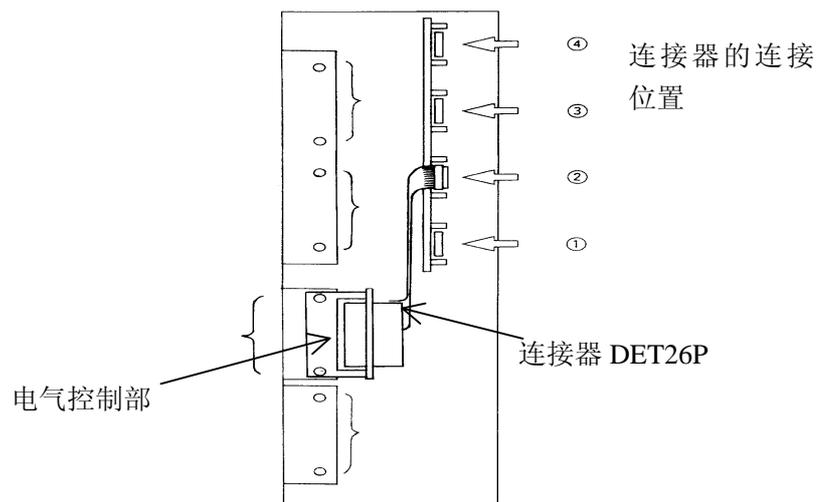

图 2.2
- (2) 附属的连接器 DET 26P (221-41011-01) 连接到 PCB 板的 CN1 的端子上。
(3) 如图 2.2 所示，按照检测器的号码连接连接器 DET26P，选择适合的位置安装，用 2 个 M4X8 的螺丝将电气控制部固定好。